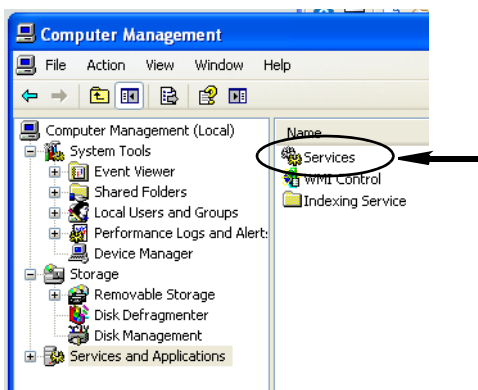

Рис. 36
3. Щелкните дважды по значку «Службы» (Рис. 36).